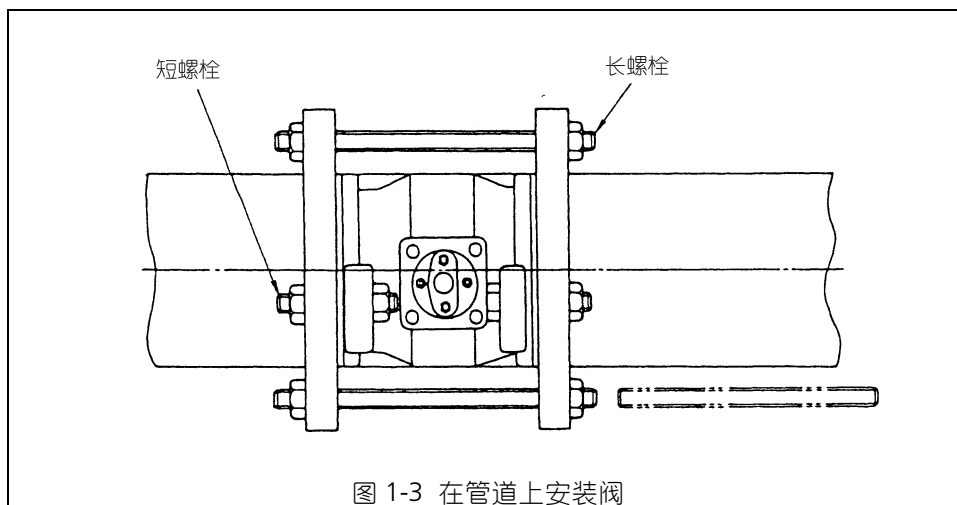

图 1-3 在管道上安装阀
- (1) 安装阀之前，取下刻度尺并将前后管道内的焊屑和杂物清除掉。
- (2) 将长螺栓穿过法兰的下半部分（为阀体做一个托架），并将阀体置于托架中。
- (3) 装入配管用的密封垫圈，再将长螺栓穿过法兰的上半部分。有关安装螺栓的情况，请参照图 1-3 与其表格。